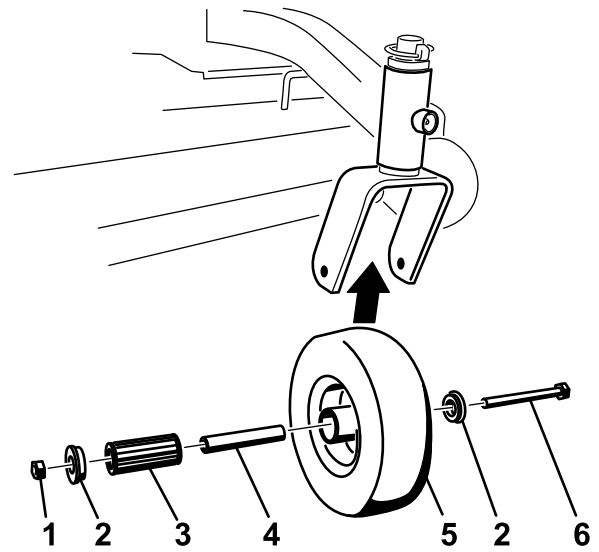

Bild 39
2. Entfernen Sie eine Buechse und ziehen Sie dann die Steckbuechse sowie das Rollenlager aus der Radnabe heraus (Bild 39).
3. Entfernen Sie die andere Buechse aus der Radnabe und entfernen Sie Fett- und Schmutzruckstaende von der Nabe (Bild 39).
4. Pruefen Sie das Rollenlager, die Buechsen, die Spannbuechse und die Innenseite der Radnabe auf Abnutzung. Tauschen Sie abgenutzte und beschadigte Teile aus (Bild 39).
5. Stecken Sie zum Zusammenbauen eine Buechse in die Radnabe. Fetten Sie das Rollenlager und die Vierkantbuechse ein und schieben beide in die Radnabe. Stecken Sie die zweite Buechse in die Radnabe (Bild 39).
6. Bringen Sie das Laufrad in der Laufradgabel an und befestigen Sie es mit der Radschraube und Sicherungsmutter. Ziehen Sie die Sicherungsmutter so weit fest, dass die Vierkantbuechse auf die Innenseite der Laufradgabeln trifft (Bild 39).
1. Entfernen Sie die Sicherungsmutter und die Radschraube, mit denen das Laufrad an der Laufradgabel befestigt ist (Bild 39).